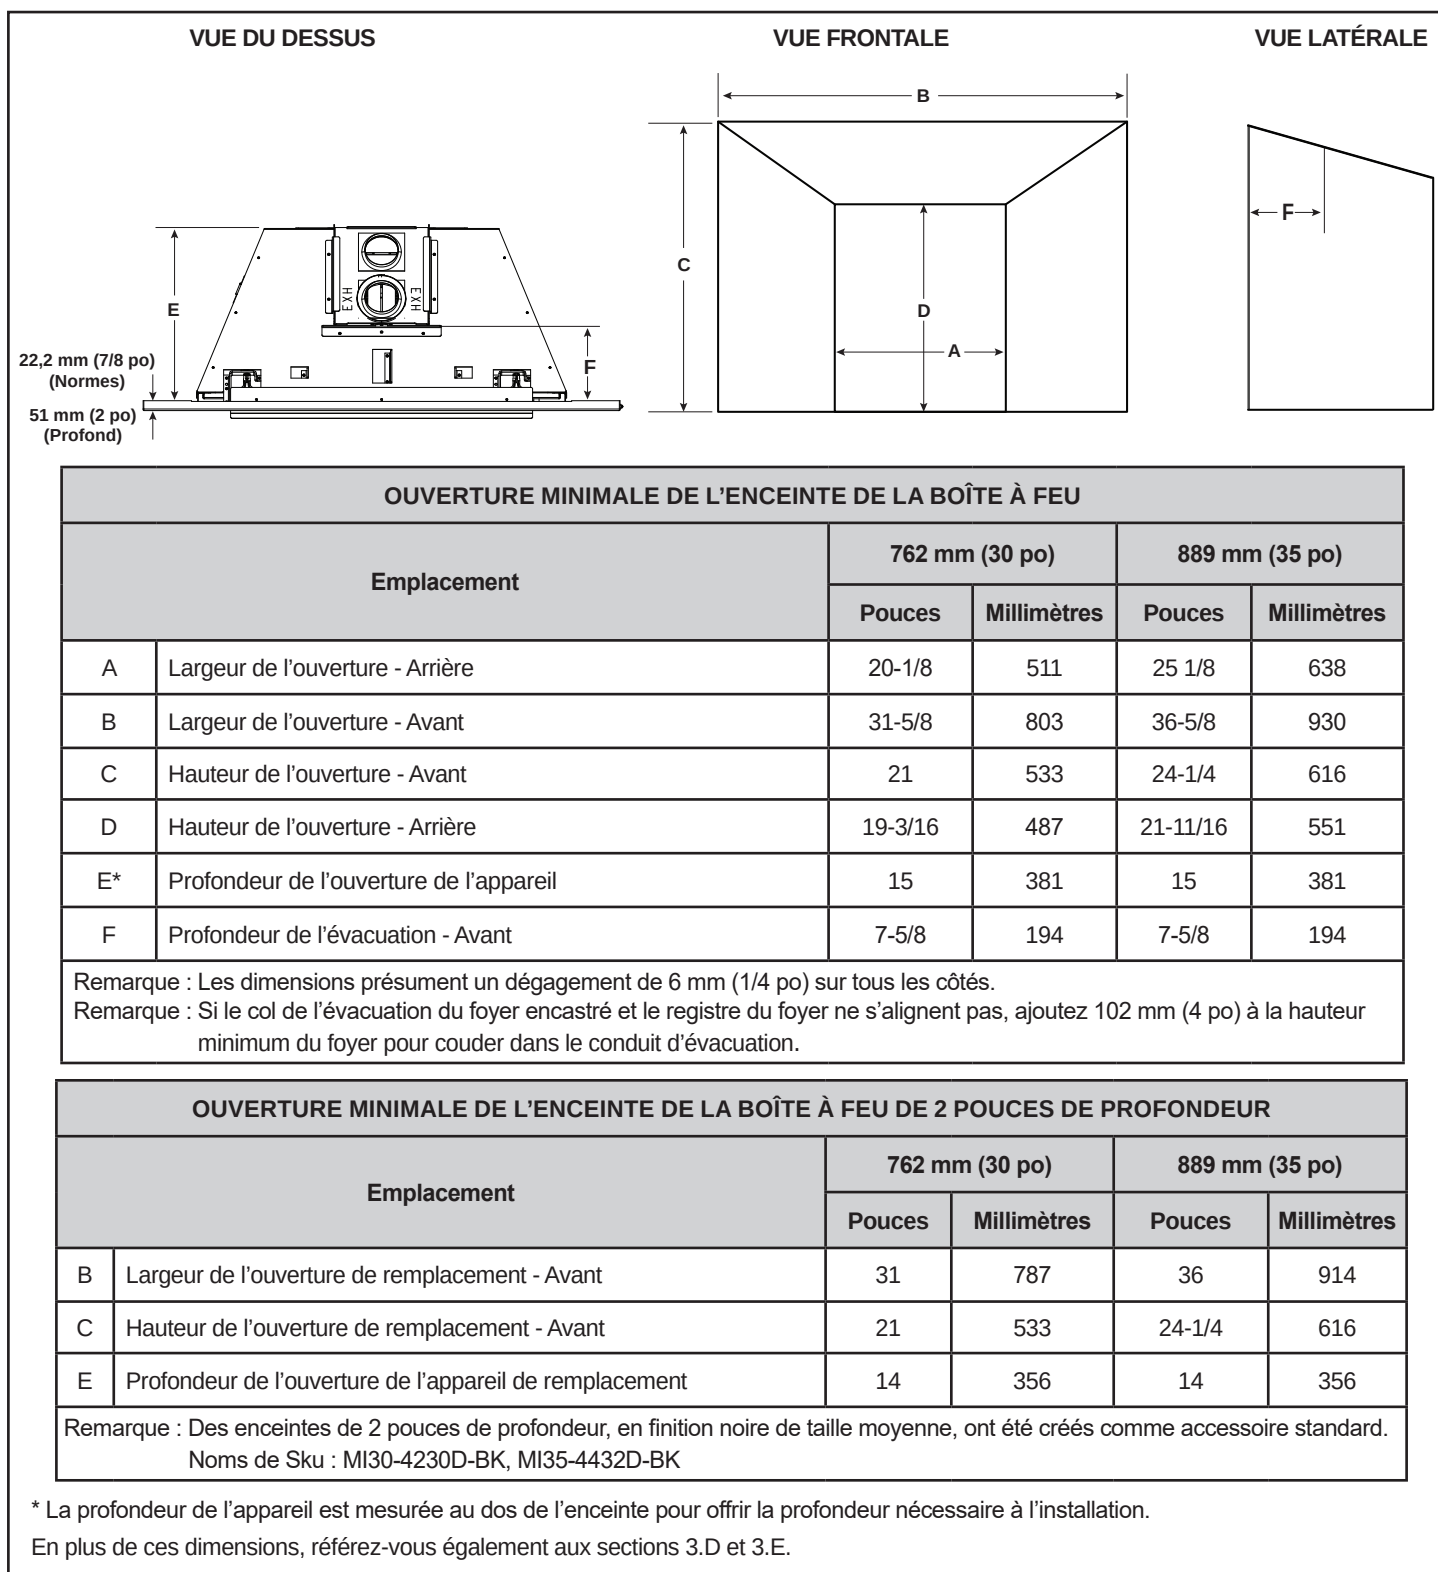

Figure 3.8 Ouverture de la boîte à feu - Enceintes régulières et profondes
***Remarque :** L'emplacement G donne la mesure de la profondeur de l'appareil, pour la référence à la profondeur de l'installation, l'emplacement E sur la figure 3.8.
Les exigences d'ouverture minimales de la boîte à feu pour une enceinte régulière d'une profondeur de 19 mm (7/8 po) sont indiquées à la figure 3.8. Pour les ouvertures plus petites, un encadrement personnalisé est disponible.